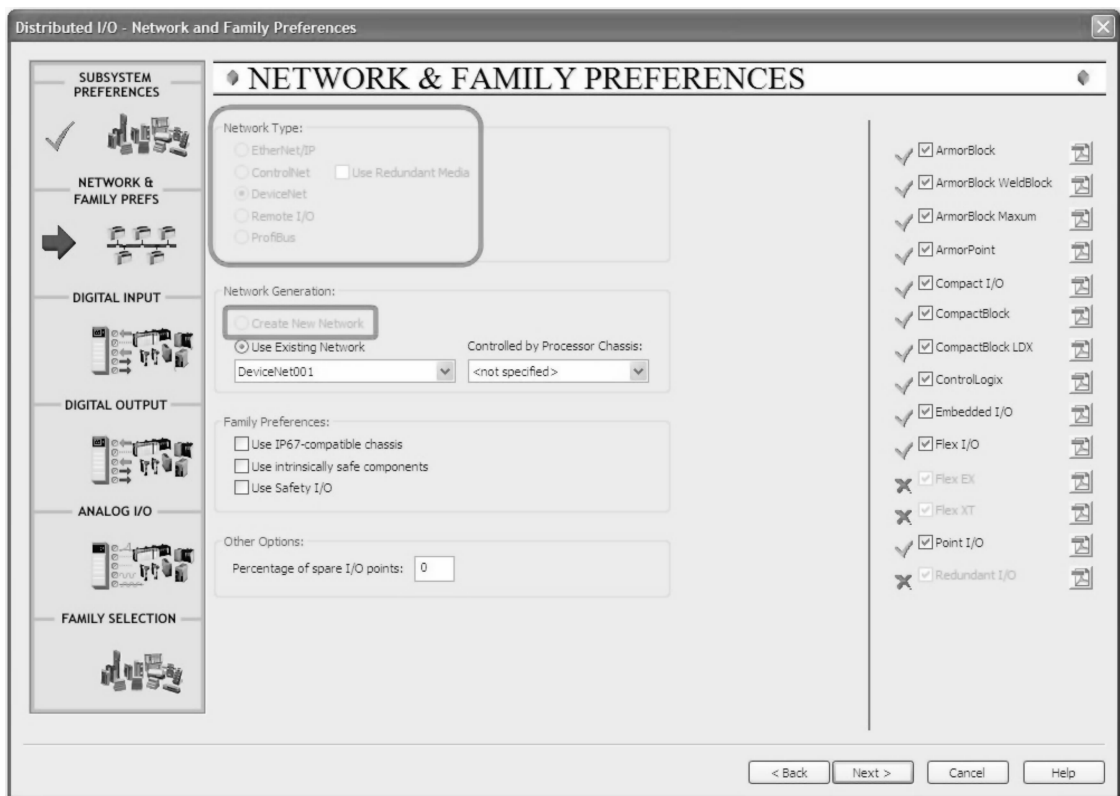

图 26-50 网络与系列首选项
20. 单击“是”(Yes)。IAB 会立即启动 DIO 向导并显示“网络与系列首选项”(NETWORK & FAMILY PREFERENCES) 页面, (如图 26-50 所示)。